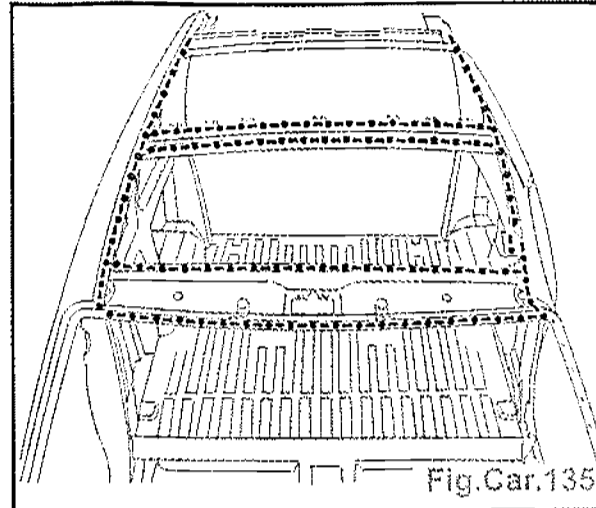

Fig.Car.135
- Préparer les bords d'accostage et les protéger par un apprêt soudable (C7) (Fig.Car.135).